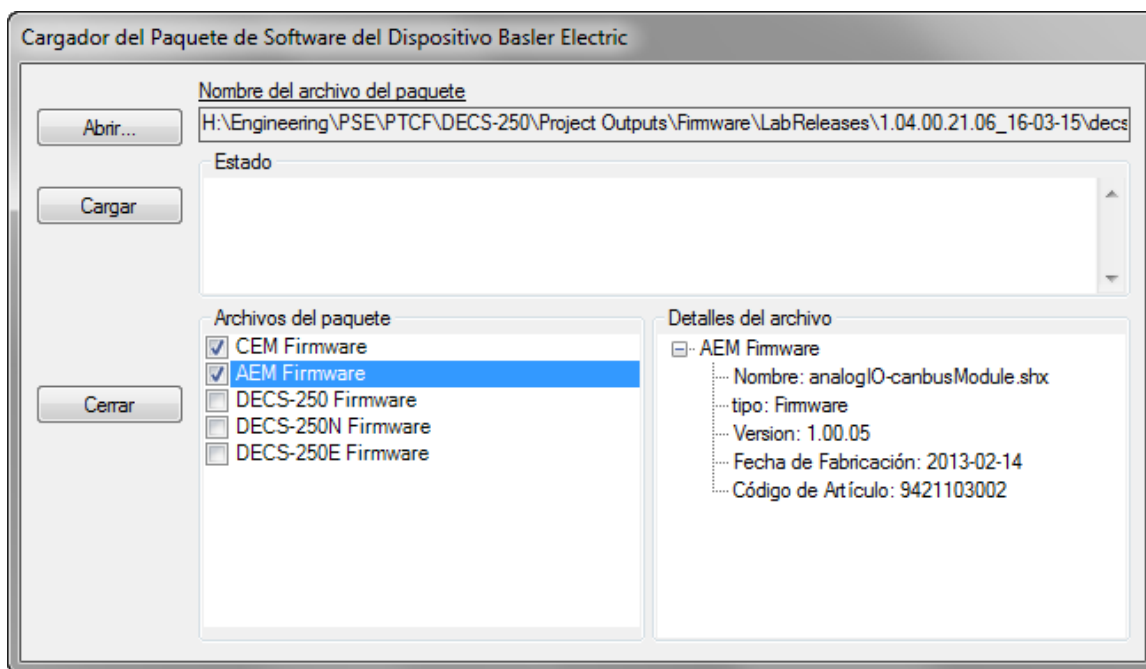

Figura 106. Herramienta de carga de paquete de dispositivo de Basler Electric
8. Cuando aparezca la pantalla *Basler Electric Device Package Uploader* (Herramienta de carga del paquete del dispositivo de Basler Electric) (**Figura 106**), haga clic en el botón Open (Abrir) para buscar el paquete del dispositivo que ha recibido de Basler Electric. Se detallan los archivos del paquete y los detalles del archivo. Coloque una marca en las casillas que están al lado de cada archivo que desea cargar.